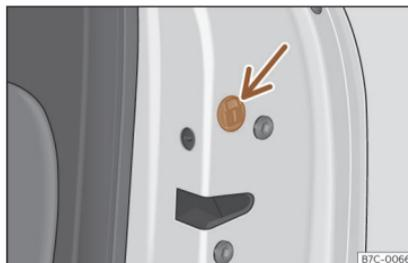

Fig. 65 Bloqueo de emergencia de la puerta.
- Dado el caso, retire la junta de goma  del frontal de la puerta»» fig. 65 .